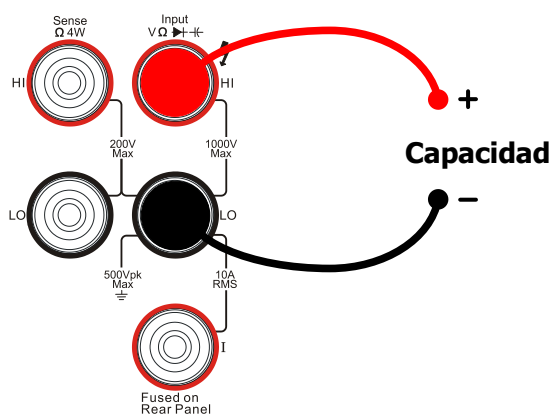

Figura 2-23 Esquema de conexiones
1. Conecte la punta de prueba roja al terminal de entrada HI y al ánodo de la capacidad, y la punta negra al terminal LO y al cátodo de la capacidad como se ve en la Figura 2-23.